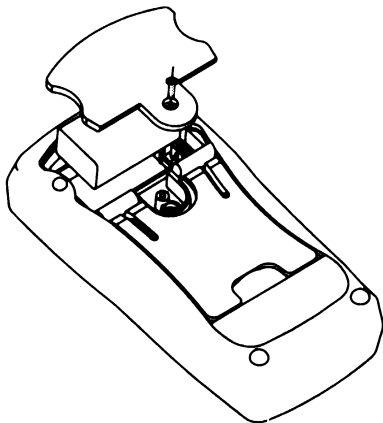

Рис. 10
**B. Замена батареи питания (рис. 10)**